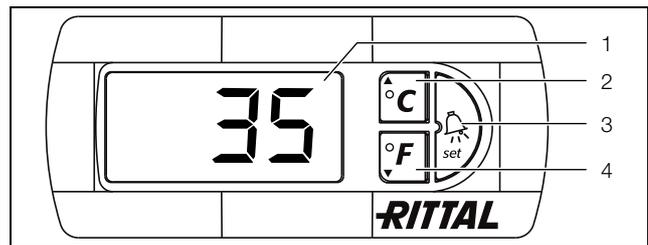

Fig. 16 : affichage de la température intérieure et des défauts du régulateur e-Confort
Le régulateur e-Confort dispose d'un affichage à 7 segments (fig. 16, pos. 1). Après la mise sous tension, il commence par afficher la version actuelle du logiciel pendant env. 2 secondes. En fonctionnement normal, il assure l'affichage de la température (en degrés Celsius ou en degrés Fahrenheit par commutation) et l'affichage des défauts.
La programmation de l'appareil se fait à l'aide des touches 2 – 4 (fig. 16). Les paramètres correspondants sont également visualisés sur l'afficheur.
- Appuyer simultanément sur les touches 2 (°C) et 3 (« Set ») (fig. 16) pendant au moins 5 secondes.
Les touches 2, 3 et 4 (fig. 16) vous permettent de modifier les paramètres à l'intérieur des plages définies (valeurs limites minimales et maximales).